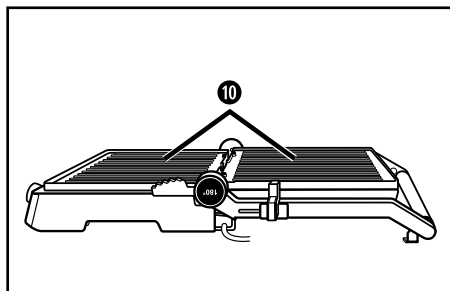

Fig. 2
3) Varmepladerne 10 ligger nu ved siden af hinanden og kan bruges som bordgrill (fig. 2).